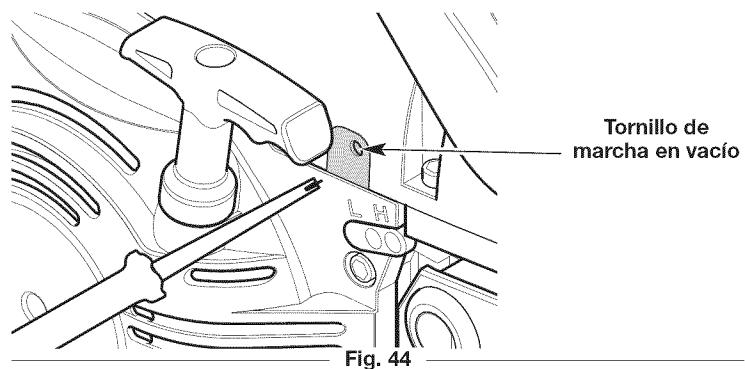

Fig. 44
- Si el motor se para, use un destornillador Phillips o un destornillador de cabeza plana pequeño para girar el tornillo de velocidad de ralentí en el sentido de las agujas del reloj, 1/8 de giro cada vez (según sea necesario) hasta que el motor funcione al ralentí de manera uniforme (Fig. 44).
- Si el motor funciona al ralentí demasiado rápidamente, gire el tornillo de velocidad de ralentí en el sentido contrario a las agujas del reloj, 1/8 de giro cada vez (según sea necesario) para reducir la velocidad de ralentí (Fig. 44).